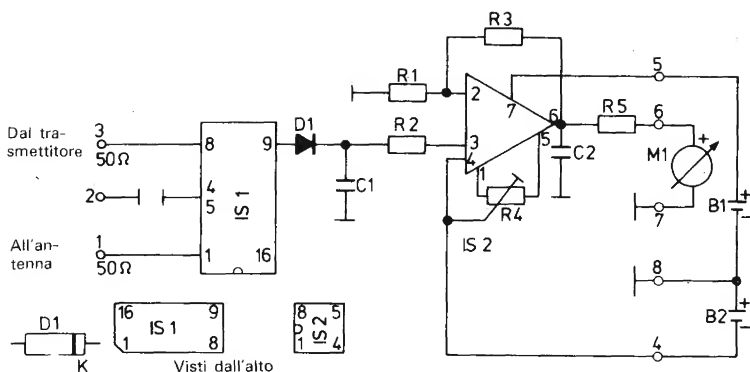

Fig. 6.4. Schema del wattmetro attivo.
La parte principale del circuito di Fig. 6.4 è il circuito integrato IS 1, che ha al suo interno un accoppiatore direzionale. L'onda a RF entra attraverso il piedino 8 nell'integrato, esce dal piedino 1 e di qui giunge all'antenna. L'accoppiatore direzionale preleva una piccola parte della potenza RF che vi passa attraverso e la fa giungere attraverso il piedino 9 al raddrizzatore di misura. Il gruppo D1 e C1 raddrizza e filtra la tensione proveniente dall'accoppiatore direzionale e, attraverso R2, la fa giungere all'ingresso non invertente dell'amplificatore operazionale IS2. Questo amplifica di circa 50 volte la tensione raddrizzata; essa viene applicata ad M1 tramite R5, con R4 si regola lo zero dell'amplificatore operazionale.
**Elenco dei componenti di Fig. 6.4:**